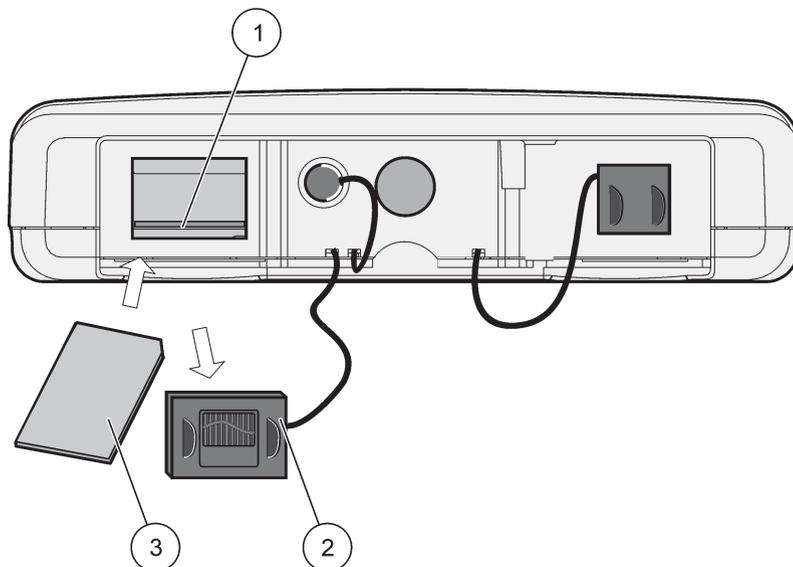

Figura 36 Insira o cartão de armazenamento no módulo de exibição
**Para inserir o cartão de armazenamento no módulo de exibição (Figura 36):**